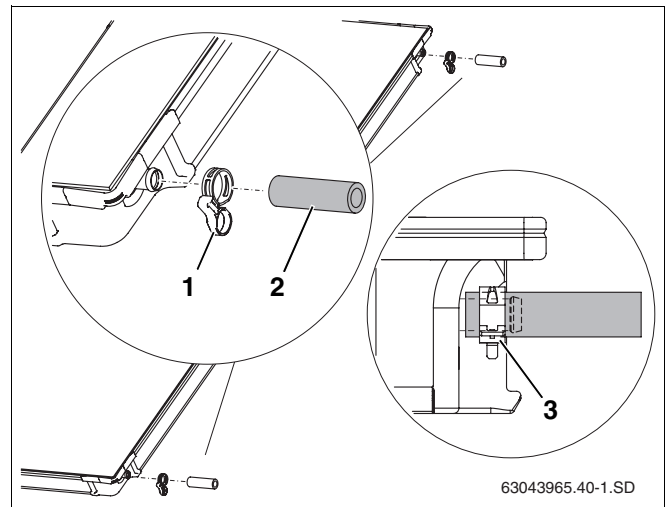

Fig. 20 Prémontier le kit de connexion
- Glissez les tubes solaires de 95 mm (fig. 20, **pos. 2**) sur les raccords droits du deuxième puis de tous les autres capteurs.
- Glissez les brides du compensateur (fig. 20, **pos. 1**) sur le tube solaire (la deuxième bride assurera le raccordement du capteur suivant).
- Une fois la bride placée correctement, serrez l'anneau de sécurité pour fixer la connexion (fig. 20, **pos. 3**).